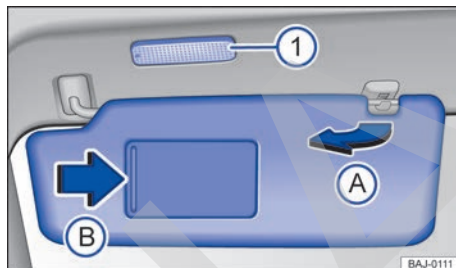

Fig. 86 En el revestimiento interior de la parte delantera del techo: parasol.
- Se pueden extraer del soporte y girar hacia las puertas → fig. 86 (A).